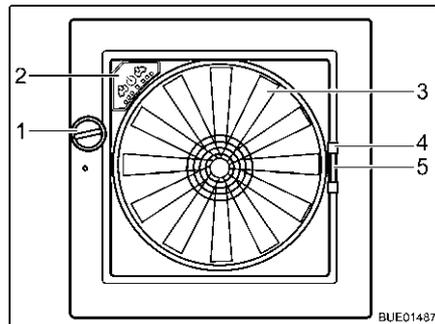

Bild 116 Dachhaube Omni-Vent
- Öffnen:** ■ Drehknopf (Bild 116,1) drehen, bis der gewünschte Öffnungswinkel erreicht ist.
- Schließen:** ■ Drehknopf (Bild 116,1) drehen, bis Dachhaube vollständig geschlossen ist.
- Schließen:** ■ Insektenschutz am Griff (Bild 116,4) zur gegenüberliegenden Rahmen-seite ziehen.
- Schließen:** ■ Griff (Bild 116,5) der Verdunklung zusammendrücken.
Ventilator Wenn die Dachhaube geöffnet ist, kann der Innenraum mit dem 6-stufigen Ventilator (Bild 116,3) und entlüftet werden. Der Ventilator wird am Bedienfeld (Bild 116,2) bedient.